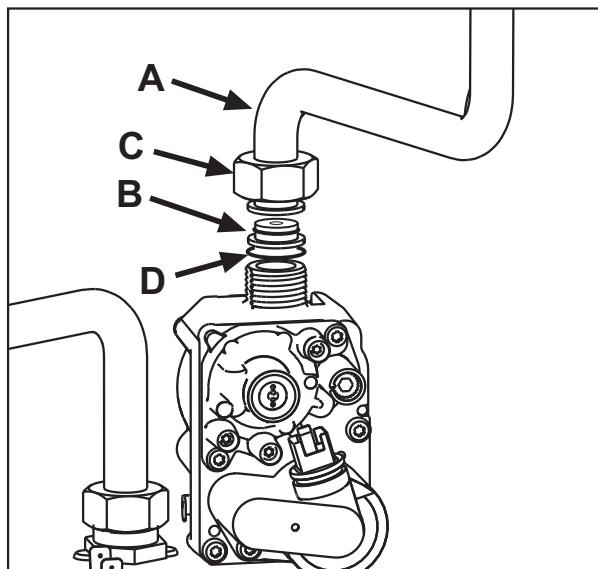

fig. 22
- Desenroscar la tuerca **C** y desconectar el tubo **A** de la válvula del gas (fig. 22).
- Sustituir el inyector **B** del tubo del gas por el que se incluye en el kit de transformación, interponiendo la junta **D** (fig. 22).